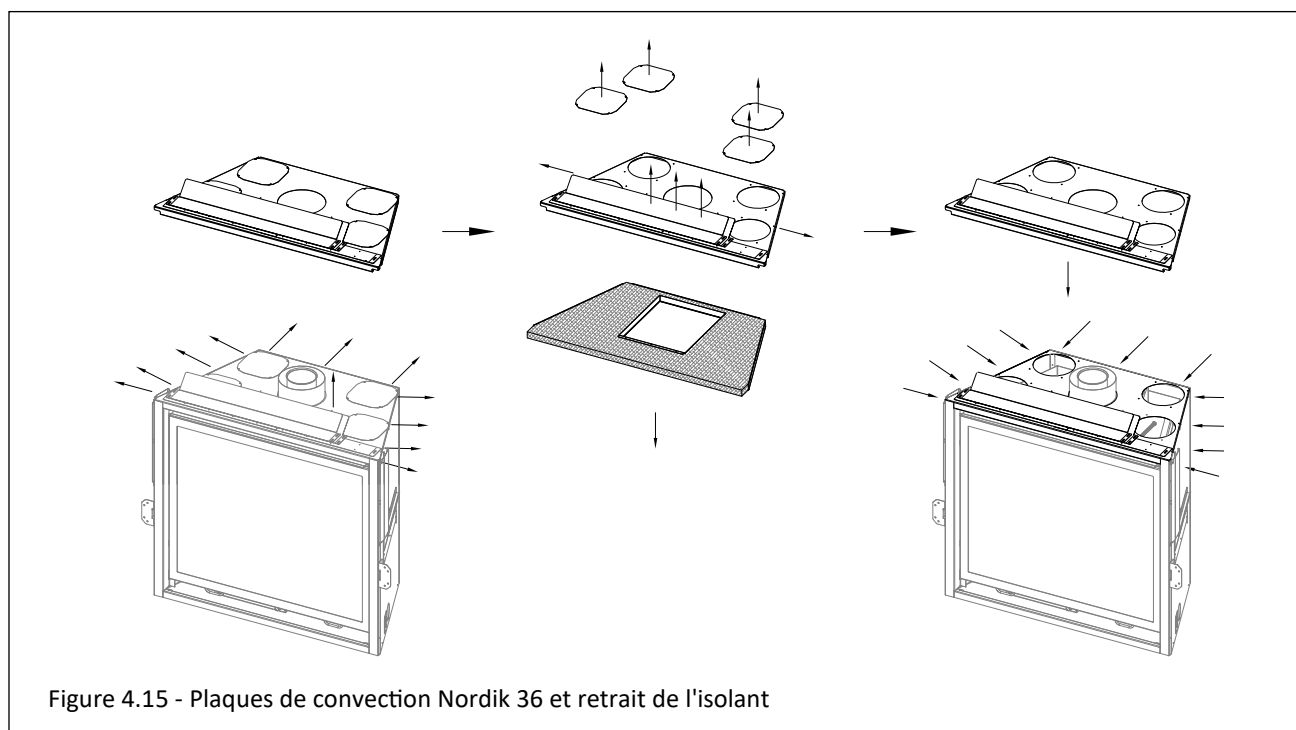
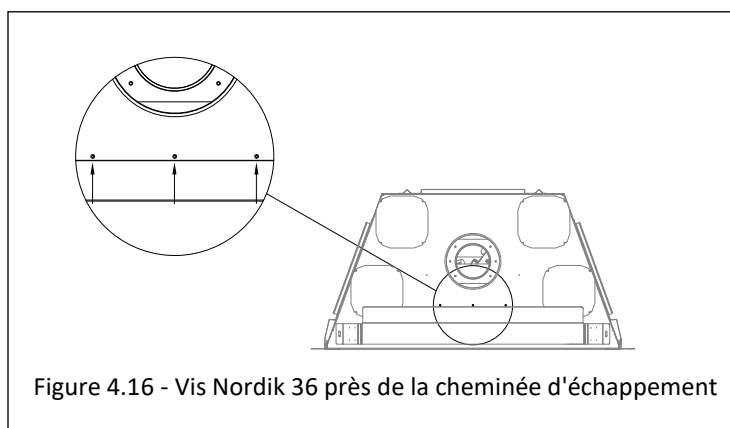

Figure 4.15 - Plaques de convection Nordik 36 et retrait de l'isolant
Figure 4.16 - Vis Nordik 36 près de la cheminée d'échappement
1. Retirez les (11) vis à tôle qui fixent l'assemblage de la coque extérieure supérieure. Tirez cet assemblage vers le haut autour de la cheminée d'évacuation pour le retirer de l'appareil. Voir la première image de la figure 4.15.
2. Retirez les (4) plaques de couverture là où chaque plaque de recouvrement est fixée avec des (4) vis à tôle. Voir la deuxième image de la figure 4.15. Jetez ces plaques de recouvrement.
3. Retirez (3) vis à tôle du haut de l'assemblage (voir gros plan à la Figure 4.16) et (2) vis à tôle sur le côté de l'assemblage (une vis de chaque côté illustrée dans la deuxième image de la Figure 4.15). Vous pouvez maintenant séparer les deux sections de l'assemblage de la coque extérieure supérieure. Retirez et jetez l'isolant et la partie inférieure de l'assemblage supérieur. De plus, jetez les (4) plaques de recouvrement illustrées dans la deuxième image de la figure 4.15.
4. Réinstallez l'assemblage de la coque extérieure supérieure sur l'appareil avec les (13) vis à tôle retirées précédemment.